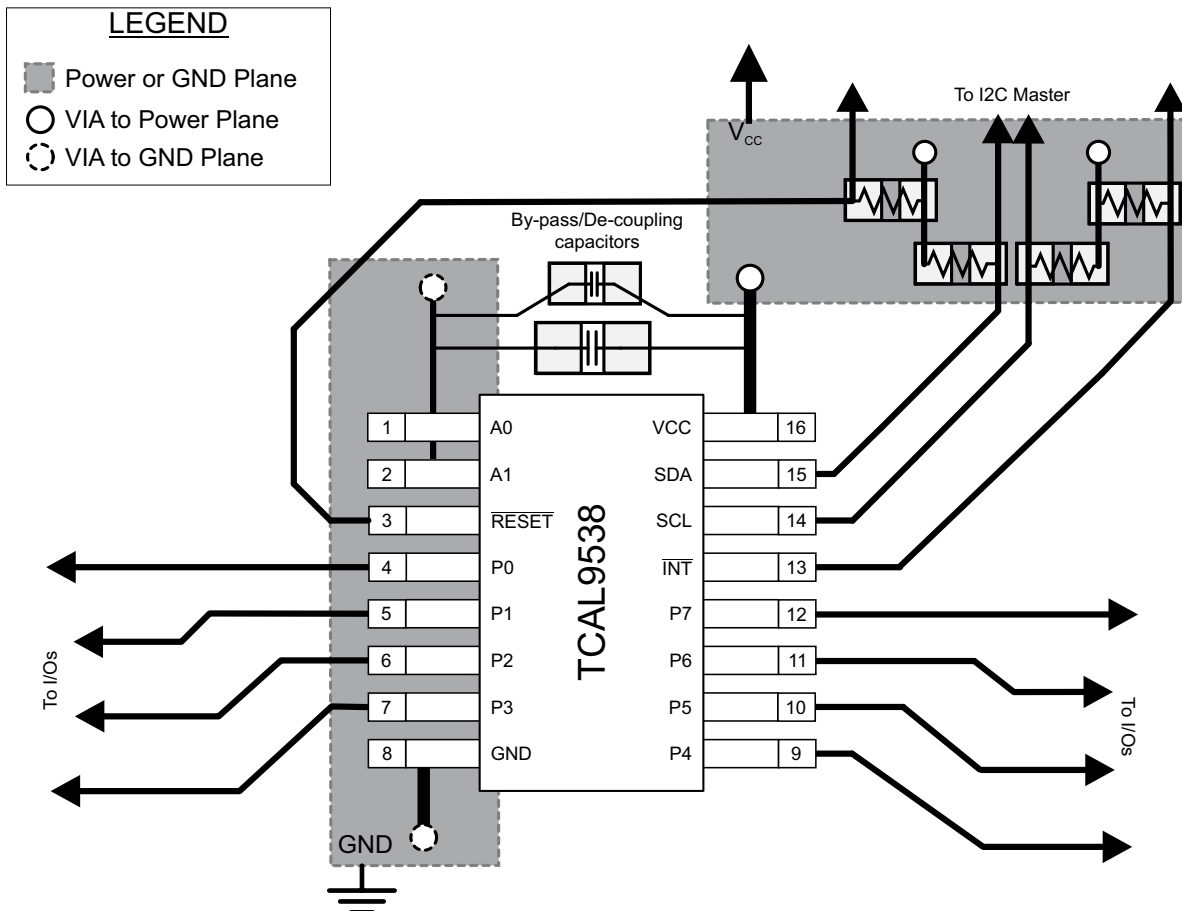

图 8-9. TCAL9538 布局
在所有 PCB 布局中，最佳实践是避免信号布线呈直角，在离开集成电路 (IC) 附近时让信号布线呈扇形彼此散开，并使用较粗的布线来承载通常会经过电源和接地布线的更大的电流。旁路电容器和去耦电容器通常用于控制电源引脚上的电压。使用较大的电容器可在出现短暂的电源干扰时提供额外电能，而使用较小的电容器可滤除高频纹波。这些电容器应尽可能靠近 TCAL9538。图 8-9 展示了这些最佳实践。
对于图 8-9 中提供的布局示例，可以将顶层用于信号布线，将底层用作电源和地 (GND) 的分割平面，从而打造只有 2 层的 PCB。但是，对于信号布线密度更大的电路板，最好使用 4 层电路板。在 4 层 PCB 上，通常在顶层和底层上进行信号布线，将一个内部层专门用作接地平面，并将另一个内部层专门用作电源平面。在使用平面或分割平面作为电源和接地平面的电路板布局布线中，通孔直接放置在需要连接到电源或 GND 的表面贴装元件焊盘旁边，并且通孔以电气方式连接到内部层或电路板的另一侧。如果需要将信号走线排布到电路板的另一侧，也要使用通孔，但图 8-9 中未演示该技术。